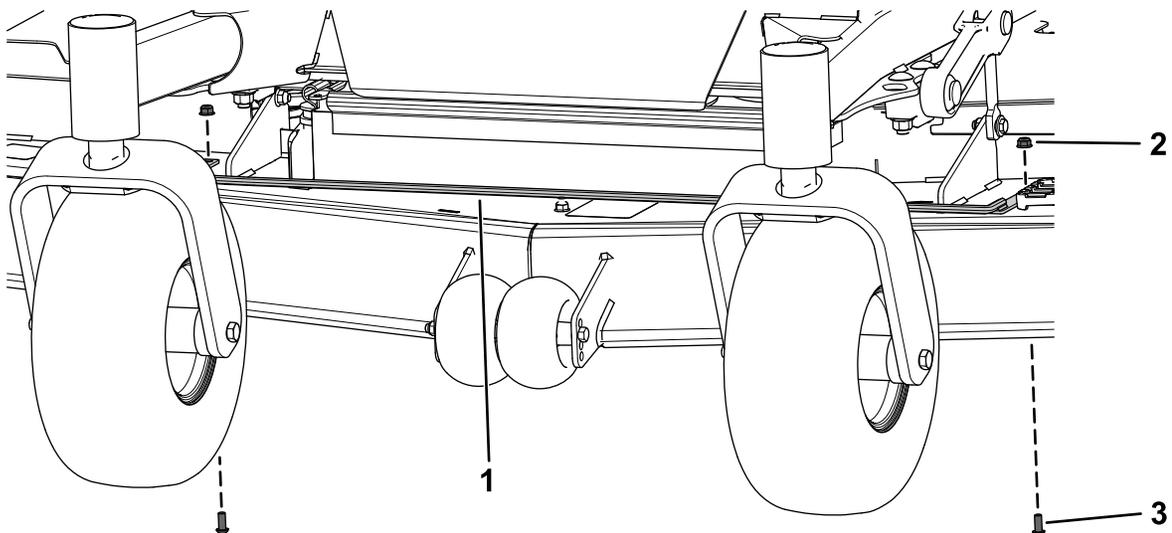

**Bild 14**
2. Entfernen Sie die beiden Halbrundschrauben (5/16" x 3/4") und die beiden Bundmuttern (5/16") von der Front des Mähwerks (Bild 14).